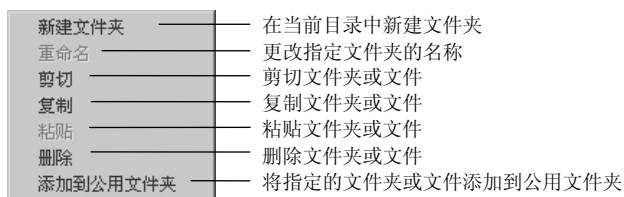

图 5.3.2 “组织”菜单
- 单击  按钮，出现图 5.3.2 所示的选项菜单，可选取相应命令。